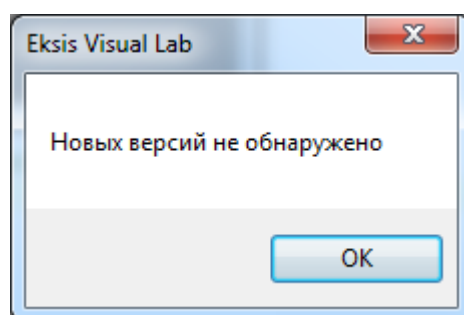

Рис. 28.1. Новых обновлений нет
3. Если новых версий нет, программа покажет окно на рис. 28.1.